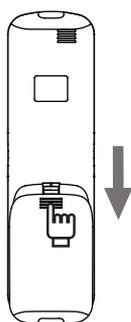

Figura 2.5
- 1) Deslize e abra a tampa frontal do controle remoto na direção indicada pela seta (Figura 2.5);